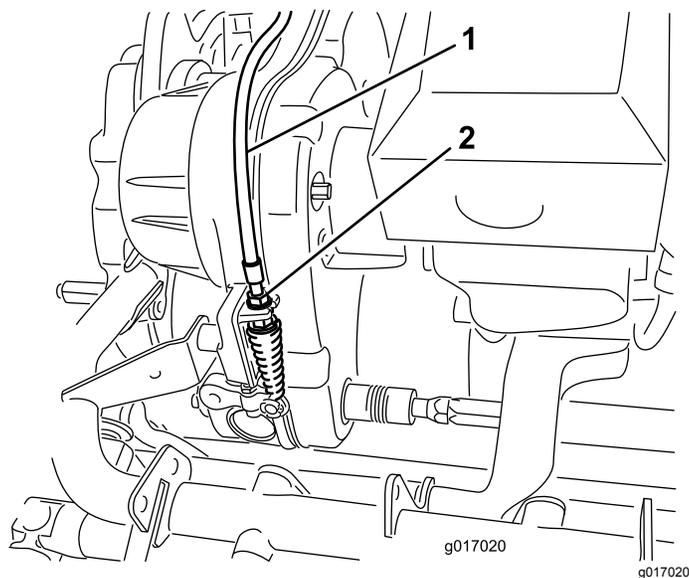

Рисунок 49
- 2. На переходнике трансмиссии отрегулируйте трос управления барабаном (Рисунок 49) так, чтобы длина пружины составила 70,6–72,4 мм.